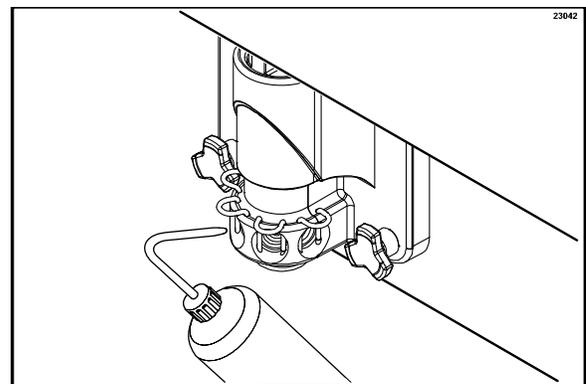

Figura 57
13. Llene la botella flexible con solución limpiadora. Coloque un balde debajo de la puerta, introduzca el extremo del tubo de la botella flexible en los orificios de jarabe y oprima la botella con fuerza. Esto forzará la solución por el orificio adyacente y alrededor del rotor. Este procedimiento deber realizarse durante un tiempo mínimo de 10 segundos en cada orificio. (Vea la figura 57).